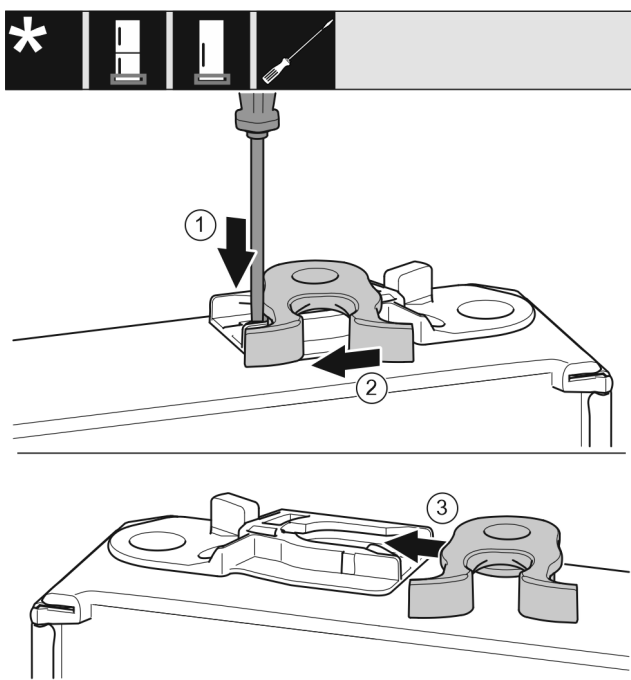

Fig. 17
- ▶ Spustelėkite antdėklą išdrožiniu atsuktuvu žemyn. Fig. 17 (1)
- ▶ Ištraukite uždarymo kablį iš kreipiklio. Fig. 17 (2)
- ▶ Uždarymo kablį kitoje pusėje įstumkite į kreipiklį. Fig. 17 (3)